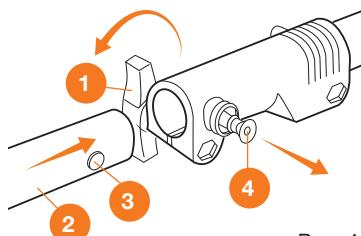

Рис. 4
Добавьте небольшое количество консистентной смазки на вал нижней штанги ②. Ослабьте крепление винта ①, потяните по стрелке стопорный стержень ④ и вставьте нижнюю штангу ② до щелчка фиксации стержня ④ в отверстие ③. Затяните крепление винтом ① (Рис. 4).